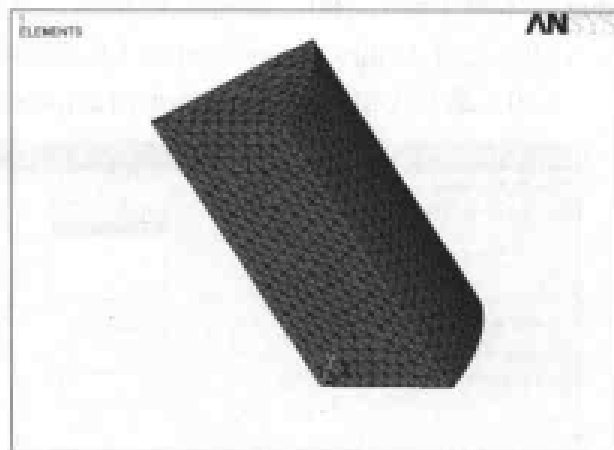

图 9-31 网格划分后的结果显示
(11) 选择 Main Menu | Preprocessor | Meshing | Mesh | Volume | free 命令, 出现 Mesh Volumes 菜单, 在文本框中输入 1, 单击 OK 按钮, 划分网格后的结果如图 9-31 所示。